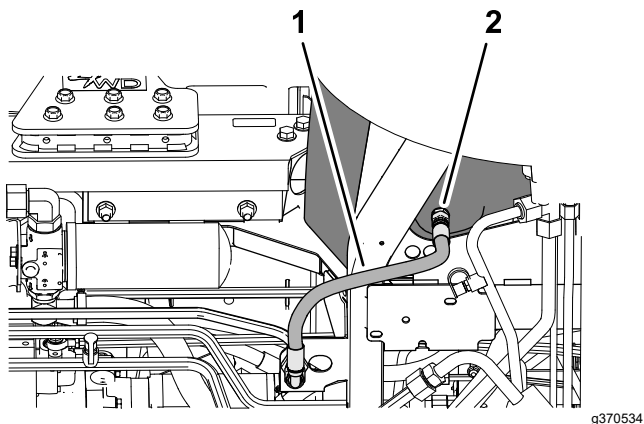

Figura 165
3. Așază tava de golire sub rezervorul hidraulic (Figura 165).